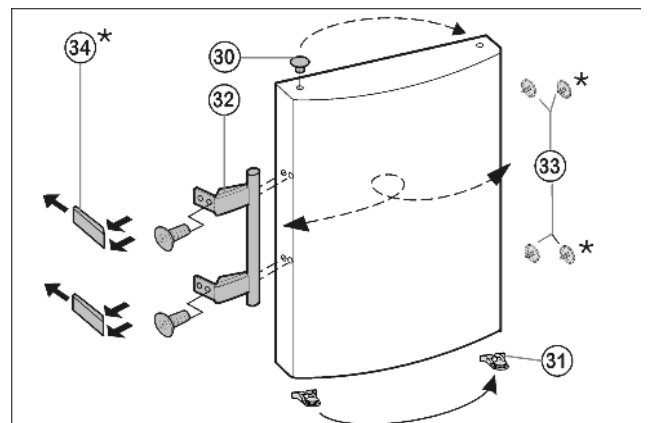

Fig. 8
- ▶ Zátky *Fig. 8 (30)* vyjměte z pouzdra ložisek dvířek a přemístěte je.
- ▶ Madlo dvíří *Fig. 8 (32)*, zátky *Fig. 8 (33)* a krycí destičky* *Fig. 8 (34)* odmontujte a přemontujte na protější stranu.